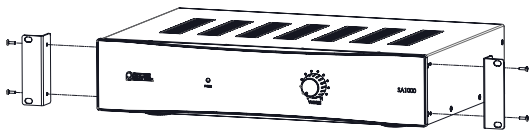

Figura 4:
- Se aplicável e/ou requerido pela instalação, prenda os grampos de montagem em rack a cada lado da frente do amplificador usando os parafusos fornecidos. Consulte a Figura 4